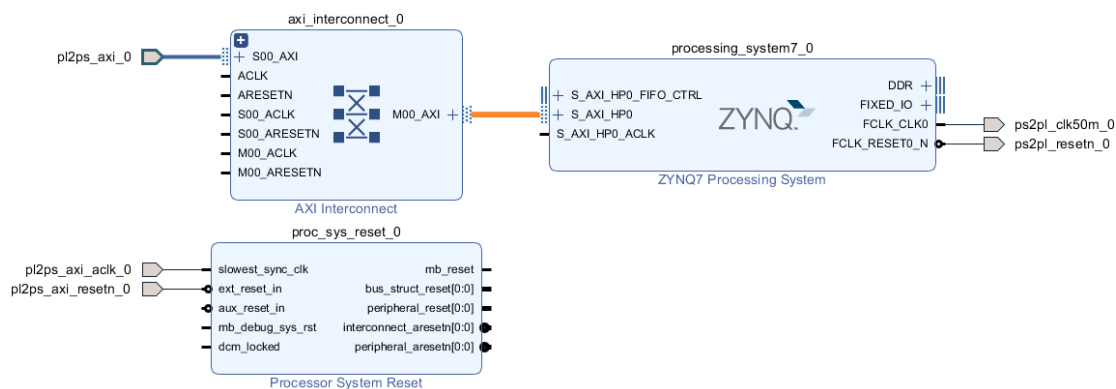

图 39-23 连接 HP 接口
3. 连接 AXI Interconnect 核的 M00_AXI 接口和 ZYNQ 核的 S_AXI_HP0 接口，如图 39-23 所示：